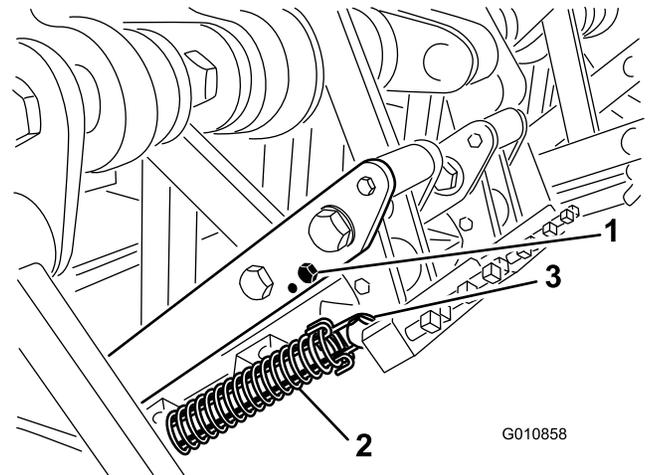

図 28
3. タイヤ・ヘッドにかかっているスプリングのテンションを解除する（図 28）。
4. リンク・アームからバンパー・ボルトとバンパーを外し、これらをもう一方の調整穴に差し込む（図 28）。